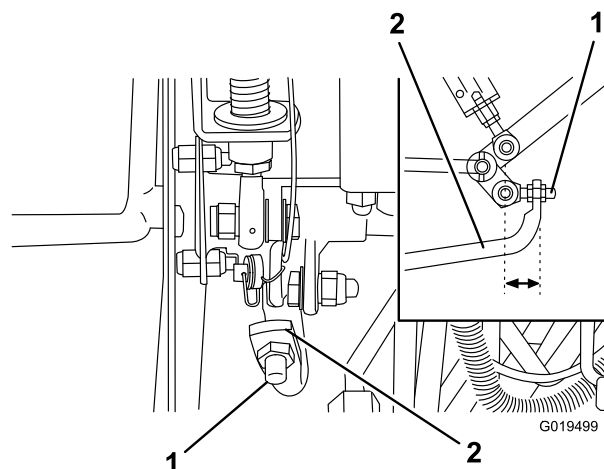

Figura 72
4. Ajuste as porcas de segurança na extremidade da barra da bomba para mover o tubo de controlo da bomba para a frente e eliminar o risco de deslizamentos para a frente e para trás (Figura 72).